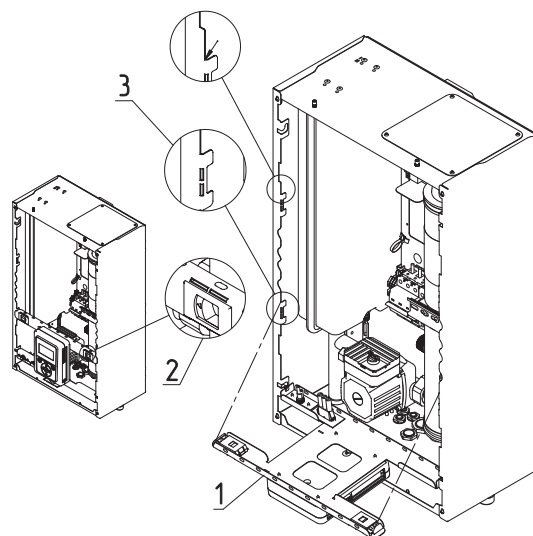

Рис.13 Откидывание кронштейна
- откинуть кронштейн для крепления пульта управления (**Рис.13, поз.1**);
- отжать замки-защелки (**Рис.13, поз.2**) с двух сторон;
- имеется возможность сменить положение кронштейна, достав его из пазов и закрепив в соответствующие пазы выше (**Рис.13, поз.3**).